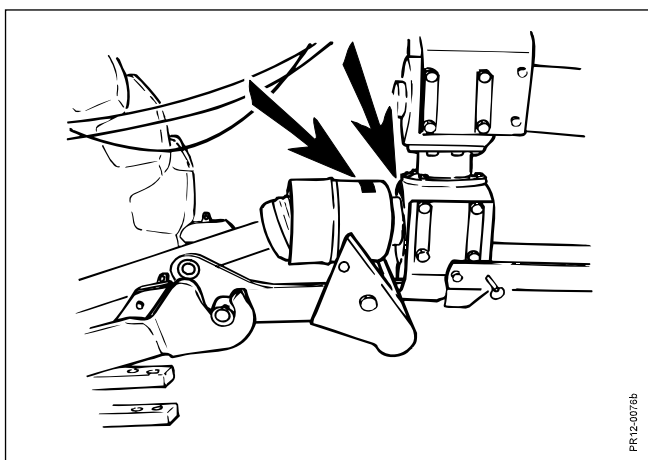

Fig. 2-8
Fig. 2-8 Maskinen er mærket således, at den aktuelle gearing tydeligt vises på det forreste drejegear og beskyttelsesskærmen ved PIC akslen. (Se evt. mærkning på maskinen side 10 og 11, pos. 13.) Er denne mærkning af en eller anden grund faldet af, kontrolleres gearingen.